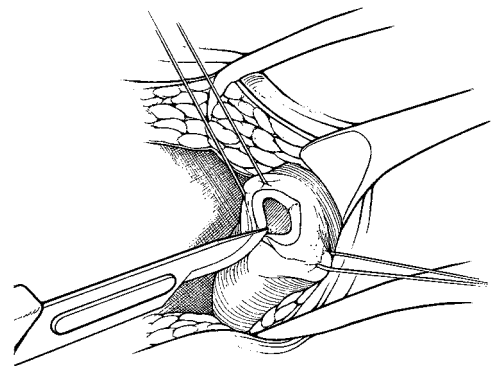

Fig. 4-4. Utför corporotomi
6. Gör ett snitt i en av corpora cavernosa (se fig. 4-4).